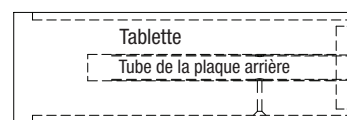

Figure 4
ÉTAPE 4: Glissez la tablette sur la plaque arrière, en orientant les trous de vis vers le bas, tel qu'illustré à la **Figure 4**.